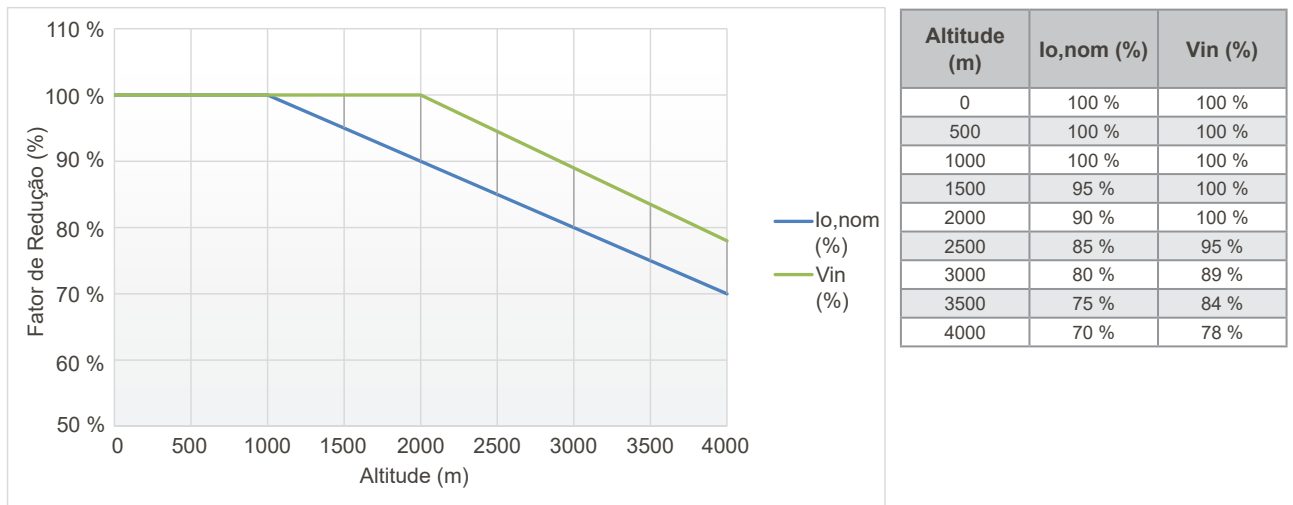

Figura 8.3: Redução da corrente em função da altitude de instalação
A Figura 8.3 na página 133 ilustra de forma gráfica as especificações de redução de corrente de saída e tensão de alimentação de acordo com a altitude.
- **FD_{al}**: Para altitude de instalação de 1500 m, o fator de redução é $FD_{al} = 95 \%$ (ver Figura 8.3 na página 133).